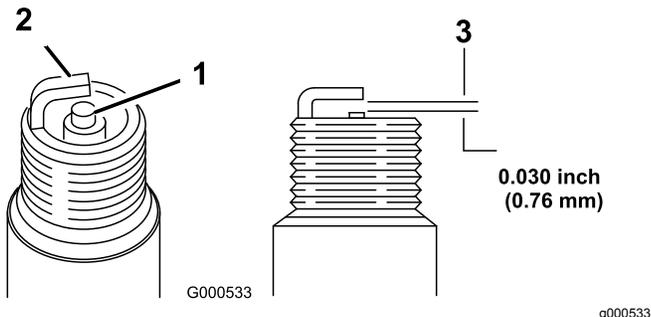

図 43
1. 中央の電極部 **図 43**を観察する。
2. すきまゲージでエアギャップの点検を行い、隙間の大きさが適切でなければ側面の電極を注意深く曲げて調整する **図 43**。